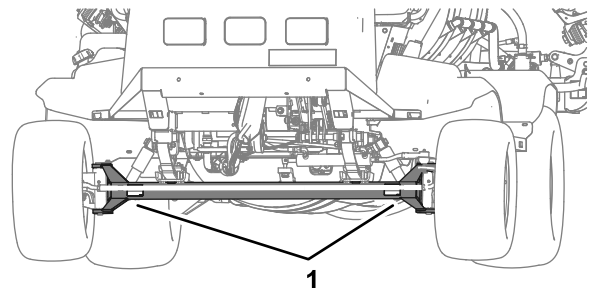
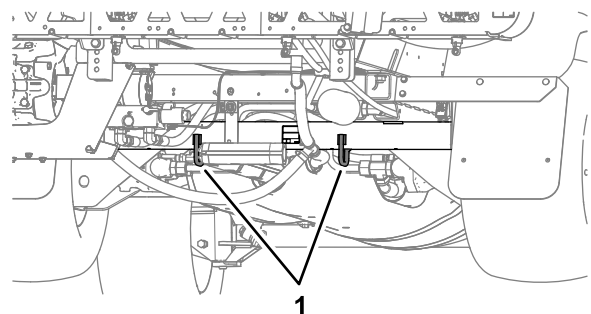

Figure 58
Figure 59
- Arrimez solidement la machine sur le véhicule de transport; la Figure 58 et la Figure 59 montrent les points d'attache de la machine.